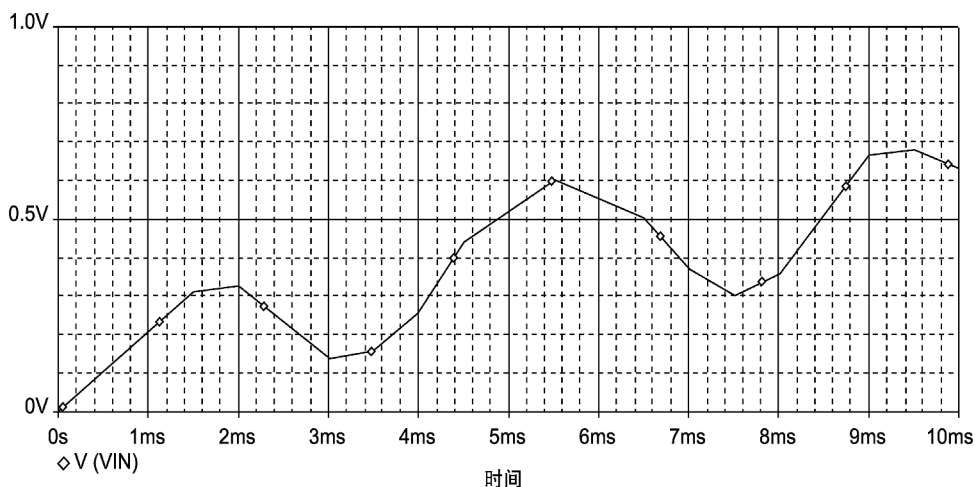

图 6.30 分段线性电压波形
19. 在图形窗口将会出现笔状光标。绘制如图 6.30 所示的近似于分段线性电压波形。软件自动选择图形第一点，该点坐标为 (0, 0)。只要把三个峰值坐标点定义精确，其他各点的准确度并不十分重要。该激励源将在第 7 章瞬态仿真分析中使用。按 **Escape** 键退出绘图模式。